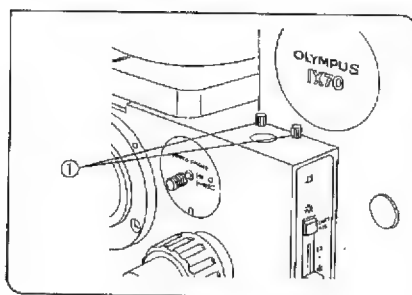

図 22
(図22～29)
◎コンデンサに付属の光学素子心出しつまみ①は、顕微鏡鏡体に設けてある専用収納穴に入れておくとなくさず便利です。(図22)